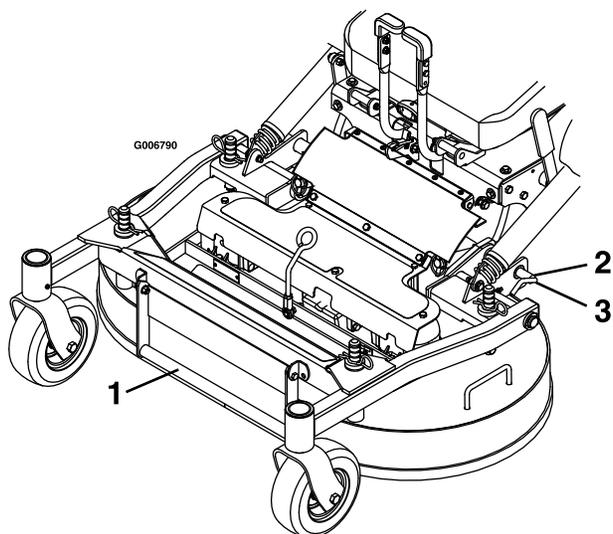

Figure 19
- Dégagez les goupilles de verrouillage de chaque côté du tablier de coupe (Figure 19).
- Poussez les goupilles de verrouillage vers l'intérieur et tournez-les vers l'avant pour verrouiller solidement le tablier en position abaissée (Figure 19).